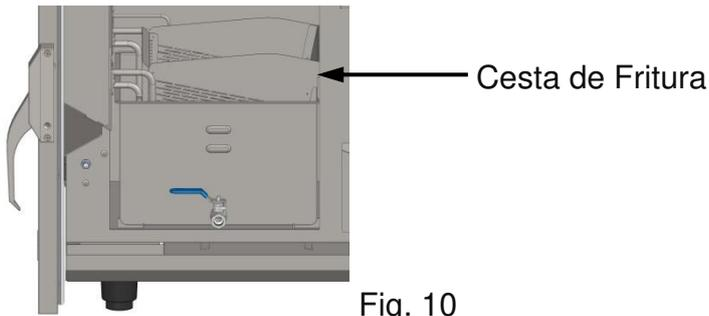

Fig. 10
IMPORTANTE: A instalação completa fará com que a cesta de fritura fique posicionada num ângulo fora do recipiente de óleo (Fig.10).
- Feche a gaveta condutora (Fig. 12) para que o alimento deslize até a cesta de fritura (Fig. 10). Pressione  e o tempo de cocção começará a contar;